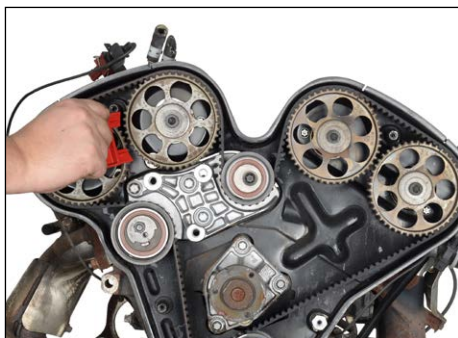
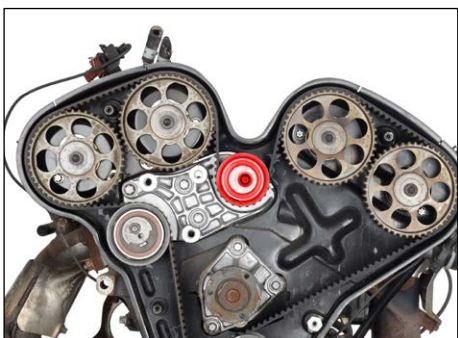

Fig. 5
Fig. 7
3. plaats het fixeerwerktool voor de nokkenas OE (KM-800-1) rood met de aanduiding „Top“ naar boven tussen de nokkenas tandwielen „1“ en „2“ (Fig. 5 en 6). Als het fixeerwerktool niet kan worden ingebracht, verwijder dan de bovenste poelie van de distributieriem (Fig. 7) en draai hem op de excenter met spansleutel MKM-6038 of waterpomptang tot fixeerwerktool kan worden ingebracht.